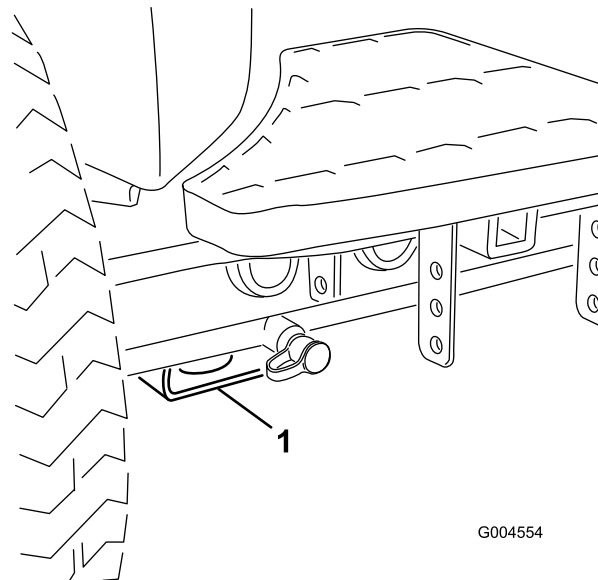

Figura 20
- Delantero – bloque rectangular, debajo del tubo del eje, al interior de cada rueda delantera (Figura 20).